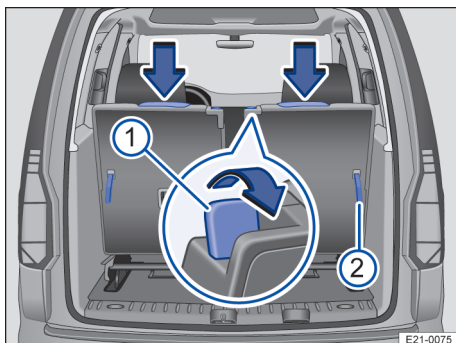

Fig. 72 Al treilea rând de scaune: rabaterea spre înainte a spătarelor.
1. Împingeți tetiera complet în jos → fig. 72 (săgețile).
2. Trageți maneta de deblocare ① complet spre în spate, pentru a debloca spătarul.